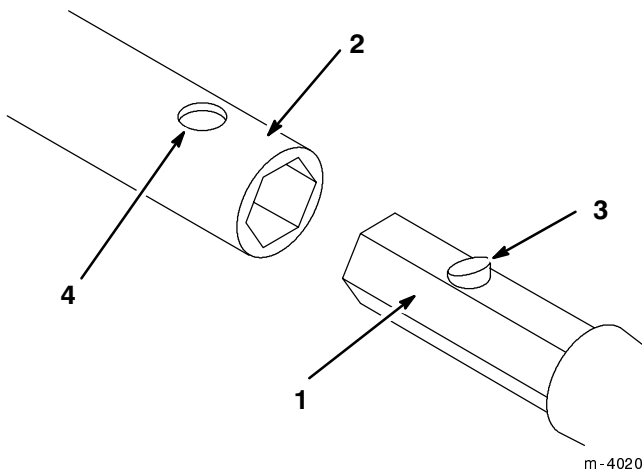

Abbildung 2
2. Den Sechskantschaft von Bohrstange, Bohrmeißel oder Erweiterungsbohrer in die Fassung schieben. Das Loch in der Fassung auf den Druckknopf am Anschluss ausrichten (Abb. 2).
3. Den Druckknopf am Anschluss herunterdrücken und den Schaft in die Fassung schieben, bis er im Loch in der Fassung einschnappt (Abb. 2).